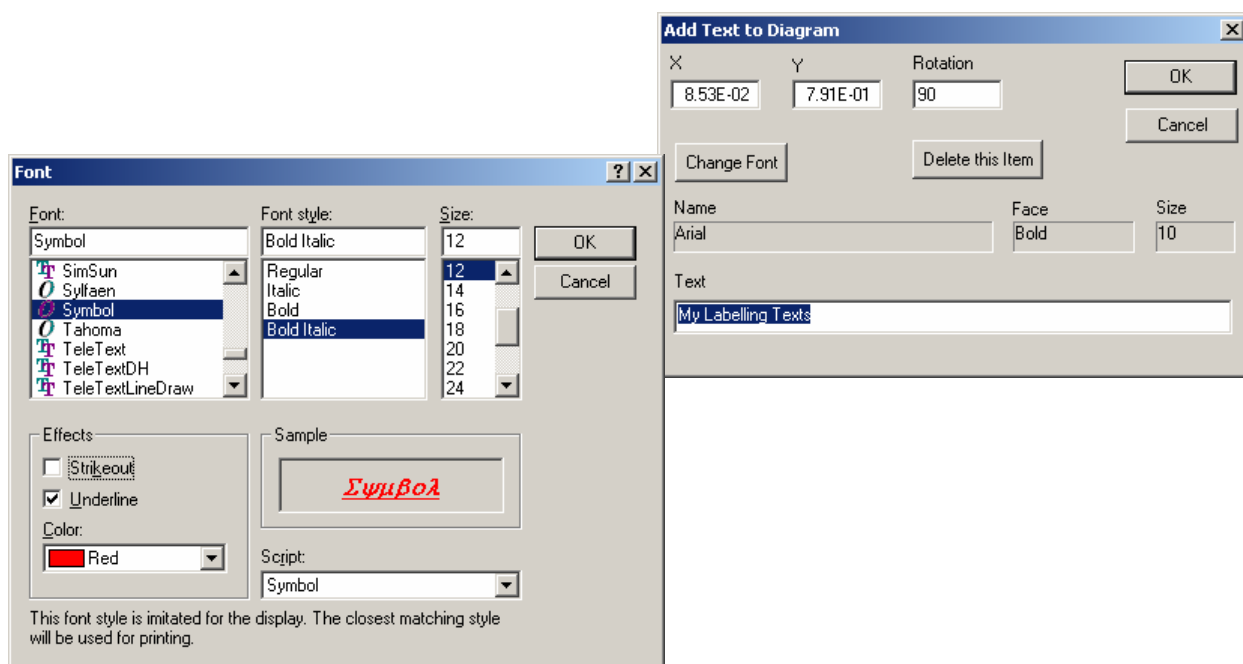

图 9.5. “Add Text to Diagram”窗口和它的子窗口“Font”：容易且灵活地编辑所需的标记/识别文本。
**Add/Edit Text Items:** 可手动和直接添加和编辑用户定义的标记/识别文本(它们的显示设定将会在“Add Text to Diagram”窗口中进一步定义，如 图 9.5 所示).
Windows NT/2000/XP 和 Windows 95/98/ME 环境下，屏幕上会跳出一个 **Open file** 窗口（与 APPEND\_EXPERIMENTAL\_DATA 命令相同），以便能够对路径（在 **Look in** 工具条中）和文件名（在 **File name** 工具条中）进行合适的具体化，如图 9.5 所示。